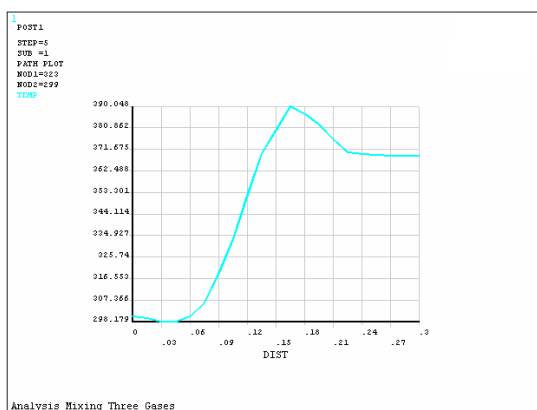

图 10-110 右边边界温度变化曲线
⑩单击 “OK” 按钮， ANSYS 窗口将显示如图 10-110 所示的右边边界的温度变化曲线。